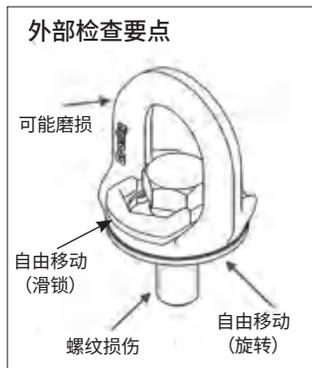

图3
- 定期检查吊点各部件 (图 3)。
- 始终确保环体可自由移动。环体应能旋转360° (图3)。